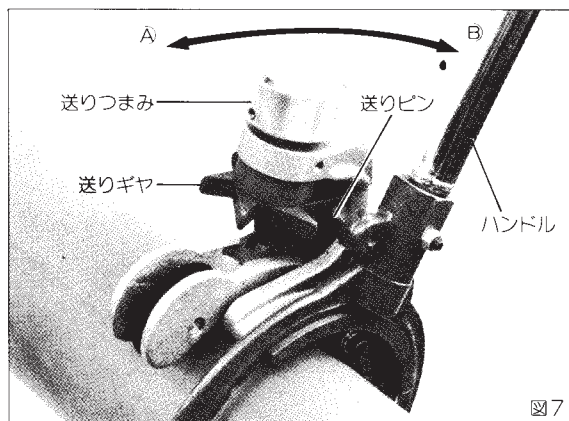

図7
(1) ハンドルを図7のA方向に倒して送りピンで送りギヤを回すと、送りつまみも回り、刃がパイプに食い込んで行きます。